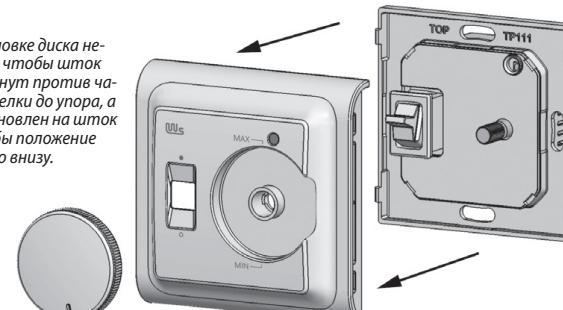

Рис. 4
3. Небольшой плоской отверткой аккуратно нажать на защелки, расположенные слева и справа от лицевой детали прибора, и снять деталь (см. рис. 4).
6. При установке диска необходимо аккуратно повернуть шток против часовой стрелки до упора, а диск установить на шток так, чтобы положение риски было внизу (указывало на «*up*») (см. рис. 4).